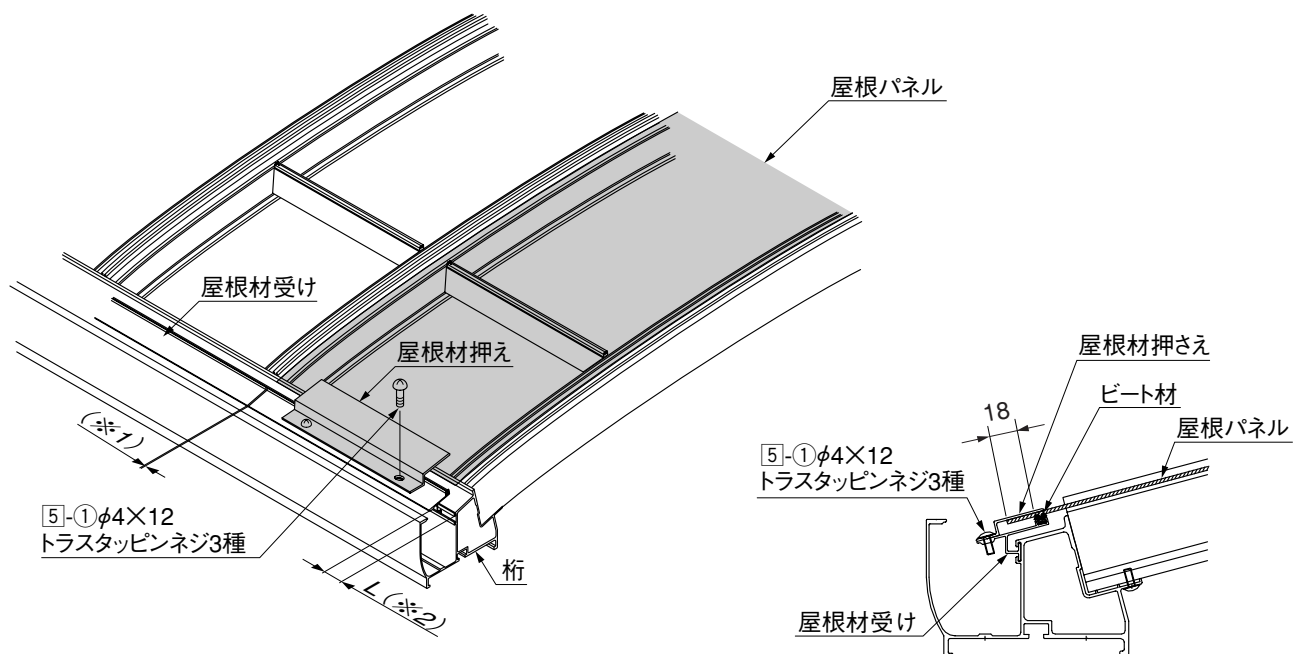

図9-1 屋根パネル納まり図
- ❶ 桁に取付いている屋根材受けの隣同士のすき間(※1)をなくしてください。
- ❷ 桁端部から屋根材受けまでの距離L(※2)を両側で均等にしてください。
- ❸ 屋根パネルを乗せて、屋根材受けのビート材から約18mmずつ出る位置に置いてください。(図9-1参照)
- ❹ 屋根材押さえを屋根材受けに[5]-①で取付けてください。